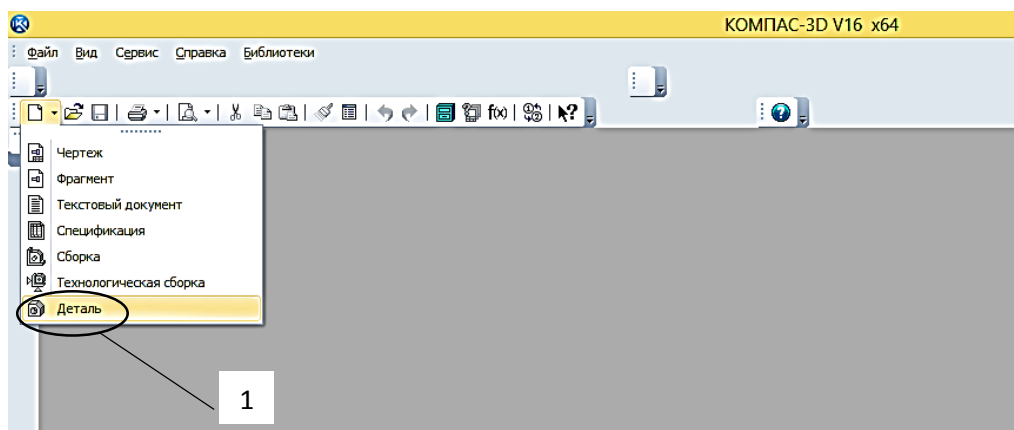

Рисунок 1 – Выбор типа документа Деталь
3. выберите тип документа **Деталь** (рисунок 1);